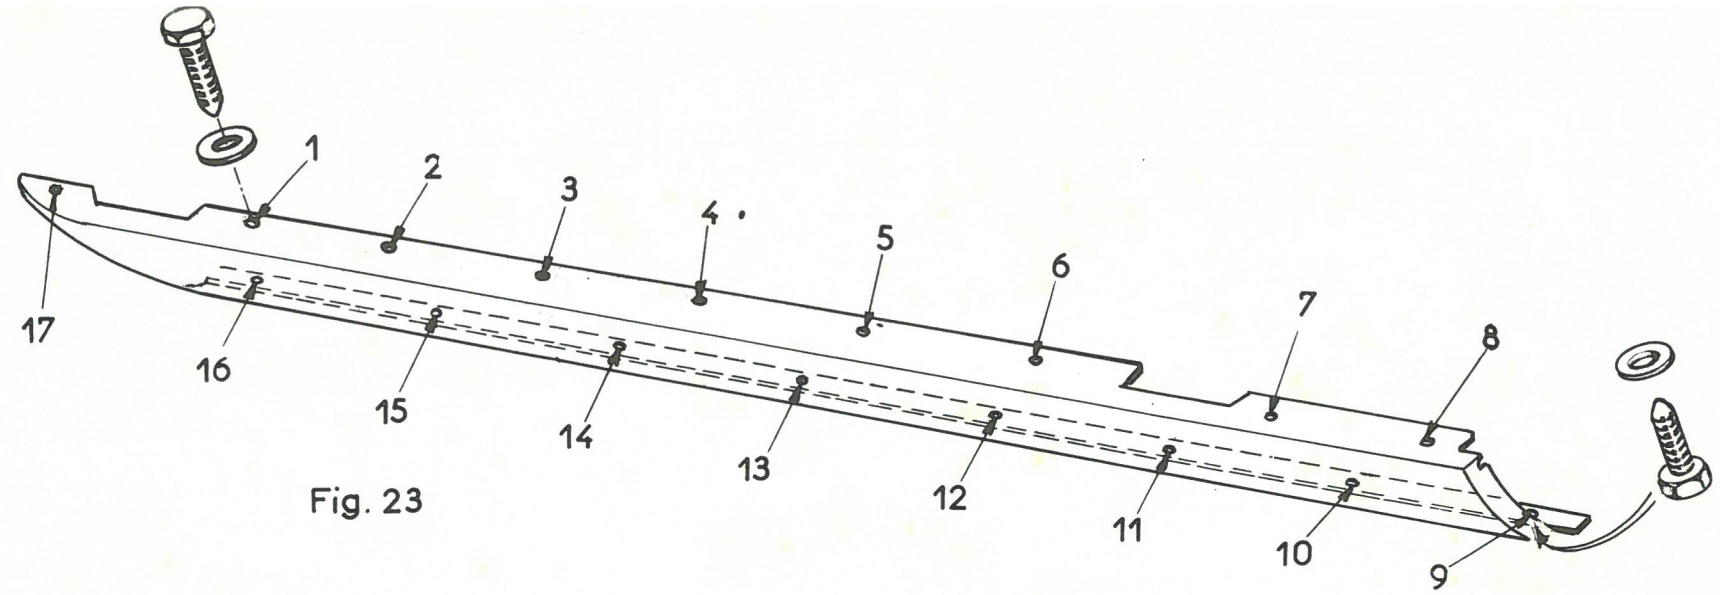

Fig. 23
- DEPOSE et POSE d'un BAVOLET GAUCHE ou DROIT - Fig. 23 -
- 3) Déposer la vis et rondelle (17) fixant la partie latérale de proue au bavolet.